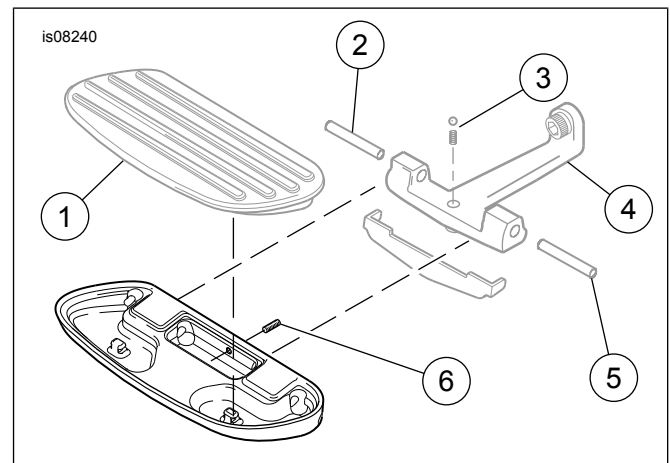

Figura 1. Peças de reposição
Veja Figura 1 e Tabela 1.
4. Consulte Figura 1. Coloque a mola do retentor no furo do suporte e apoie a esfera de aço na parte superior da mola, se ela ainda não estiver no lugar.